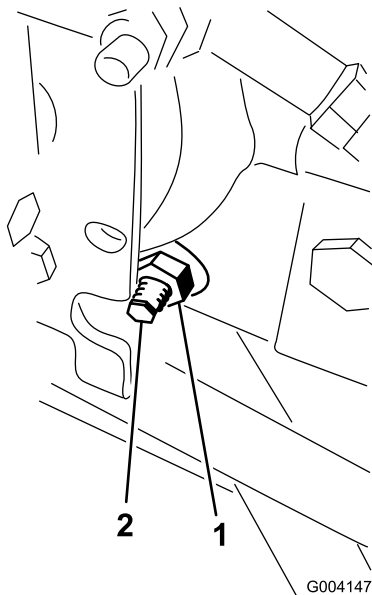

Figura 47
3. En el lado derecho del hidrostato, afloje la contratuerca de la leva de ajuste de tracción (Figura 47).